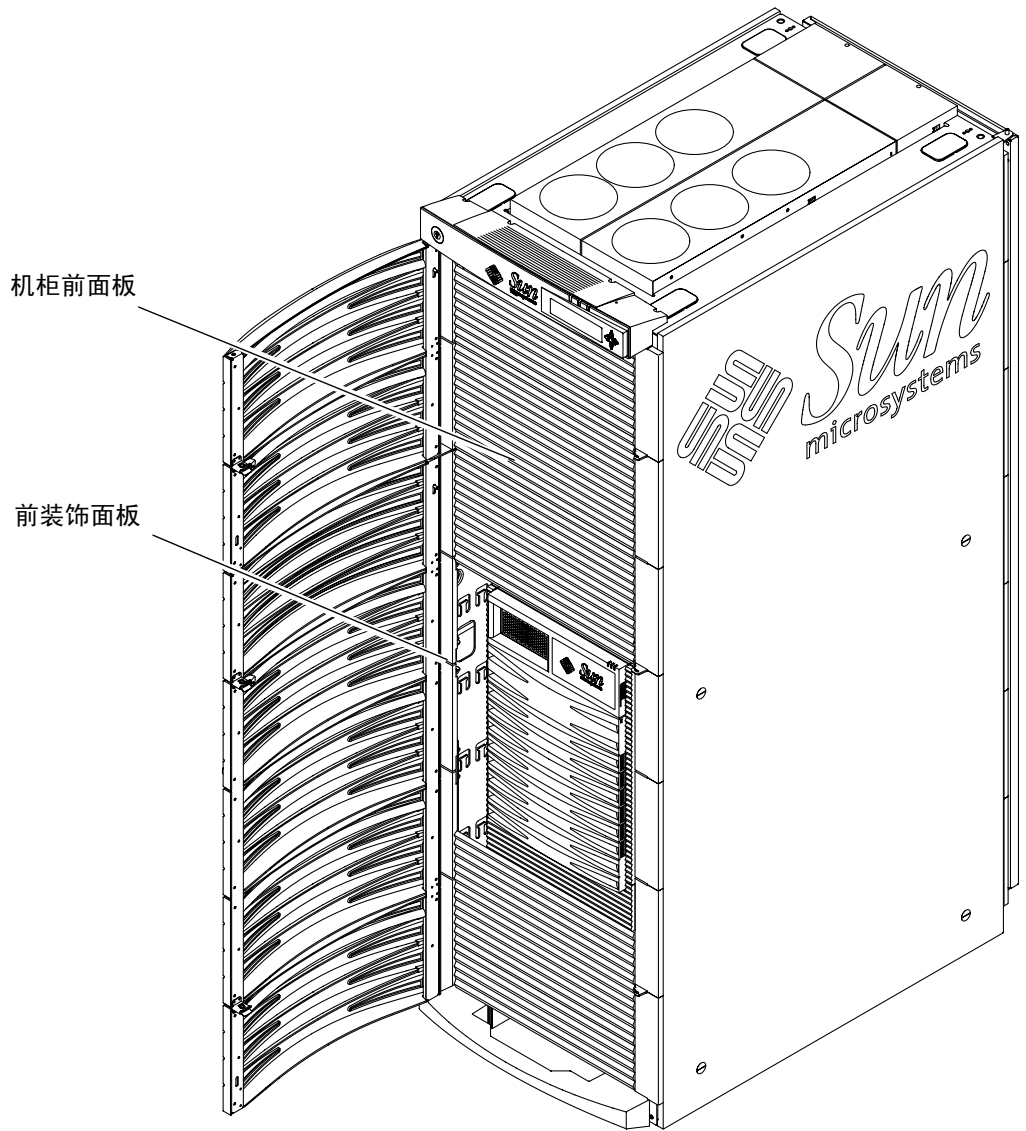

图 3-4 机柜前面板位置
2. 通过紧固每一面板前端左右两侧的螺丝，固定其余的面板（图 3-4）。